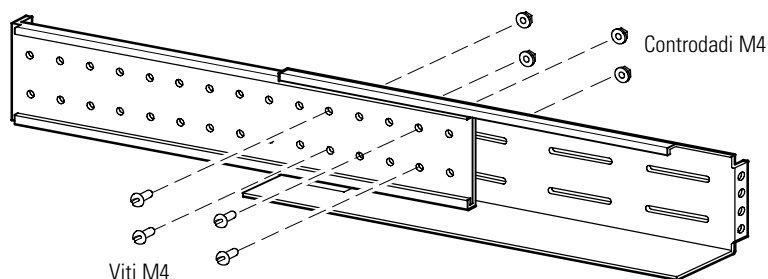

Figura 2. Serraggio della guida regolata (gruppo guida lato destro mostrato in figura)
4. Per serrare la guida, una volta regolata, montare quattro viti a ferro M4 e quattro controdadi M4 al centro del gruppo guida. Procedere al serraggio con una chiave da 7mm (9/32"). Vedere Figura 2.